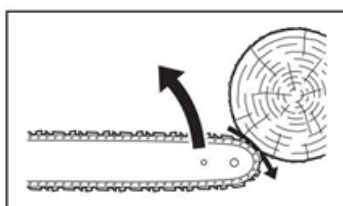

Fig 1
- Dans certains cas, le contact de la pointe peut provoquer une réaction inverse ultra-rapide, poussant la barre vers le haut et vers l'opérateur (c'est ce qu'on appelle le rebond rotationnel). Le serrage de la chaîne le long du haut de la barre peut pousser la barre rapidement vers l'opérateur (c'est ce qu'on appelle le recul linéaire) (Fig. 1).